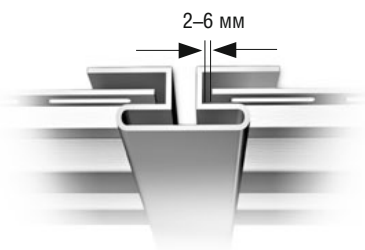

рис. 10
2. Оставляйте зазор (летом 2-3, зимой 3-6 мм) для возможного расширения при креплении панелей к фаскам и кромкам (рис. 10).